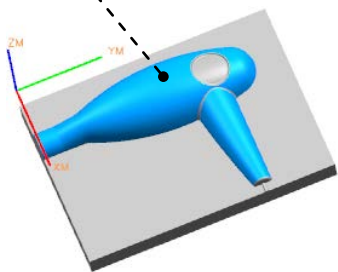

图 10.1.13 指定切削区域
Step2. 选取图 10.1.13 所示的面为切削区域，在“切削区域”对话框中单击按钮，完成切削区域的创建，同时系统返回到“轮廓区域”对话框。